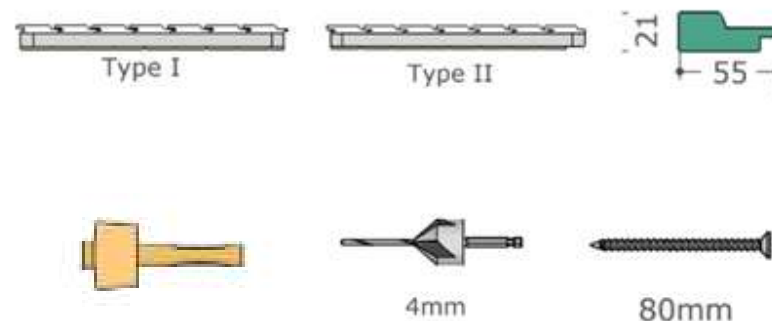

Fig.5a-Fixation des panneaux d'angle
- Percez 4 trous répartis sur la hauteur du tasseau vertical à l'aide d'un foret de 4mm (Fig. 5a).